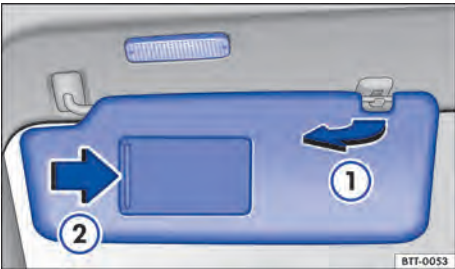

Fig. 63 Para-sol.
- Retirar do suporte e girar na direção das portas ⇒ Fig. 63 ①.
No para-sol rebatido para baixo há um espelho de cortesia atrás de uma cobertura. Ao abrir a cobertura ⇒ Fig. 63 ② uma lanterna se acende.